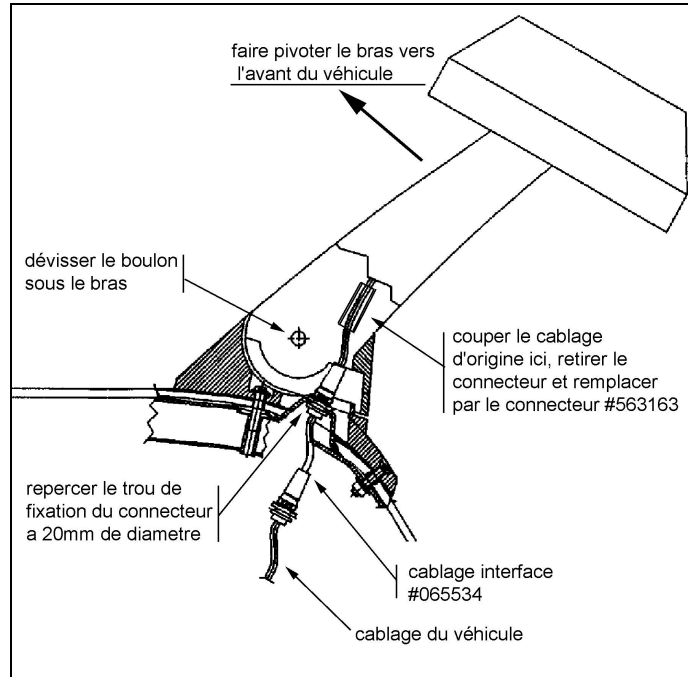

FIGURE 2 : VUE DE DÉTAIL DU BRAS DE RÉTROVISEUR
4. Desserrer le boulon sous l'articulation du bras de rétroviseur (figure 2).
5. Faire pivoter le bras vers l'avant du véhicule pour avoir accès au connecteur (figure 2).